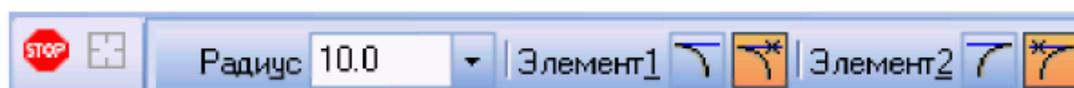

Рисунок 2.3. - Переключатели Панели свойств
- 2) в Панели свойств в соответствующем поле задать радиус сопряжения, задать соответствующие переключатели Усекать или Не усекать элементы 1 или 2 (рис. 2.3);